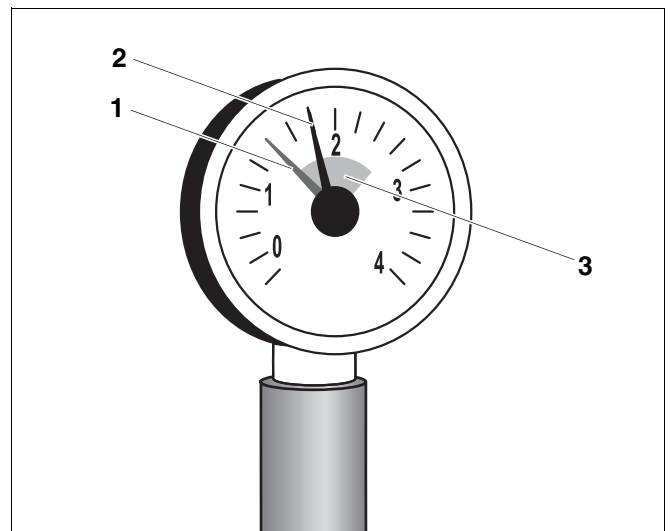

Abb. 20 Manometer für geschlossene Heizungsanlagen
- Roter Zeiger (Abb. 20, **Pos. 1**) des Manometers der Heizungsanlage auf den erforderlichen Mindestdruck von 1 bar einstellen.